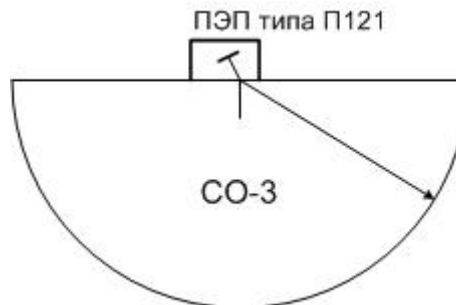

Рисунок 74 – Проверка параметров наклонного совмещённого ПЭП.
6.1.2.4 Найти максимум первого эхо-сигнала от цилиндрической поверхности образца СО-3 (см. рисунок 74) и довести уровень его амплитуды до середины экрана, зафиксировав момент, когда устойчиво загорится красный светодиод на передней панели дефектоскопа. Проверить правильность нанесения точки выхода центрального луча и замерить «стрелу» ПЭП.